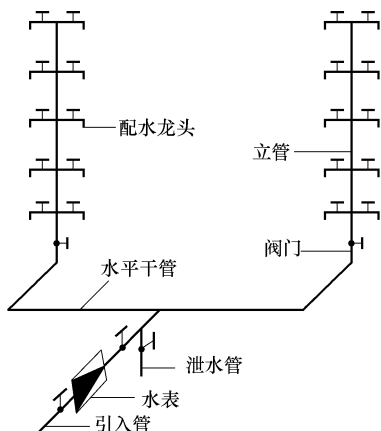

图 3-2 直接给水方式
(1) 直接给水方式, 不设增压及储水设备。直接给水方式如图3-2所示。建筑物内部只设有给水管道系统, 不加设加压及储水设备,